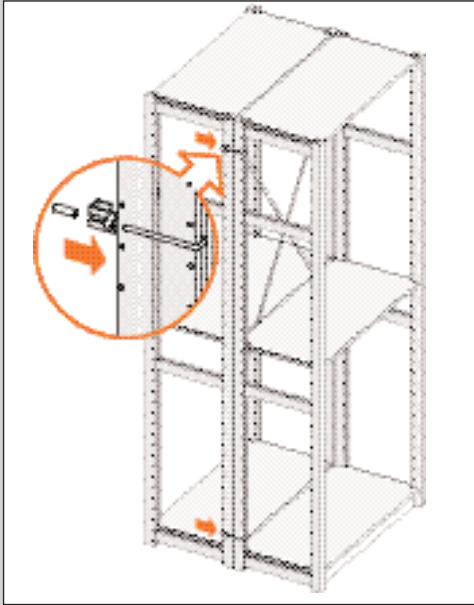

ABBILDUNG 40
1. Haken Sie die beiden Teile der Regalverbindung in die Nuten der Ständer ein. Stecken Sie hierzu den Stift durch den anderen Teil der Regalverbindung (siehe Abb. 40).
2. Schrauben Sie das Röhrchen auf den Stift (siehe Abb. 40).